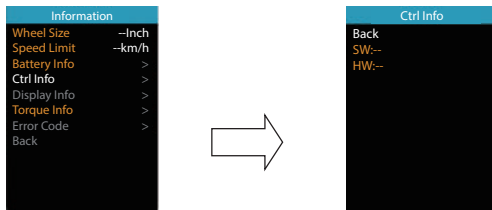

图 3-16 控制器信息
④控制器信息——进入“Information”菜单，通过短按“加键”或“减键”选中“Ctrl Info”，短按“电源键”确定，仪表界面显示控制器软硬件版本号，同时按下“加键”和“减键”退出到主界面或者通过“Back”→“Exit”退出到主界面。（软硬件版本号可能因为产品不同批次而改变，故用“-”表示。）如图 3-16 所示。